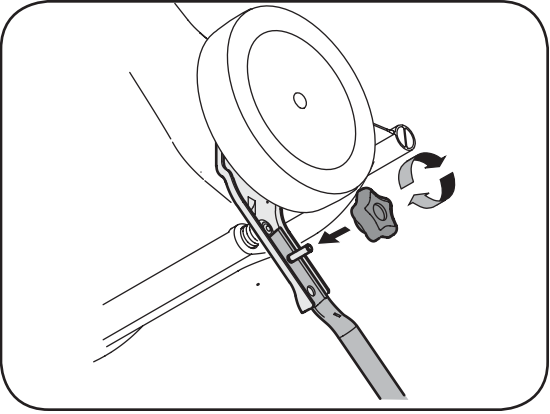

Figure 3-2
2. Serrez les boutons étoilés qui maintiennent le guidon inférieur sur les supports. Voir la Figure 3-2. Vérifiez que le guidon inférieur est bien placé sur les supports de montage du guidon.